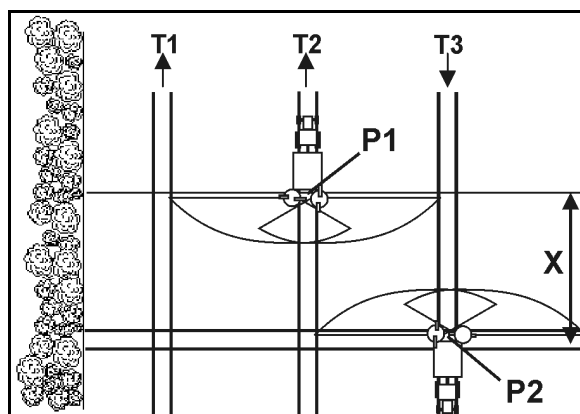

Bild 87
- Öppna slutspjällen när du kört in i körspåret vid punkt P1 (Bild 87) när spridartallrikarna är borttagna på sträcka X av vändtegens körspår.
- Stäng spjället innan du kör ut från körspåret vid punkt P2 (Bild 87) när spridartallrikarna befinner sig i höjd med vändtegens första körspår.